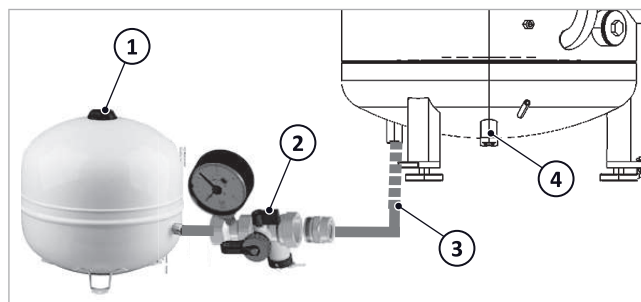

Fig. 4 : VEM avec groupe de raccordement sur le SolvisBen
Le SolvisBen peut être complété avec une installation solaire thermique. À l'intérieur, il est déjà équipé d'un accumulateur solaire à stratification → Fig. 4 (4) permettant un chargement par stratification optimal de la chaleur solaire dans l'accumulateur, et toutes les fonctions de régulation pour le mode solaire dans le système de régulation.